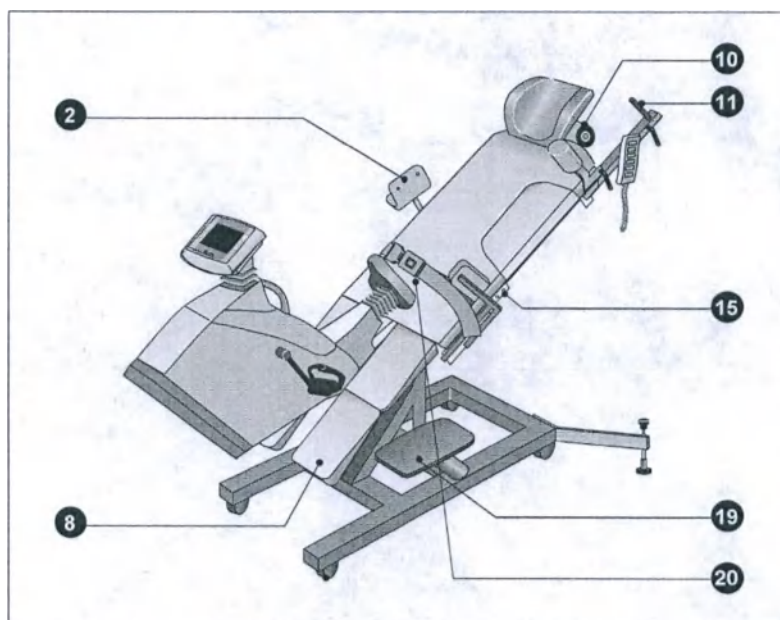

Рис. 3-4 Установка принадлежностей
- Вставьте крепление подлокотника в направляющую справа и закрепите его в нужном положении 2 (рис. 3-4) (только на стресс-эхографических деках с модулем измерения артериального давления).